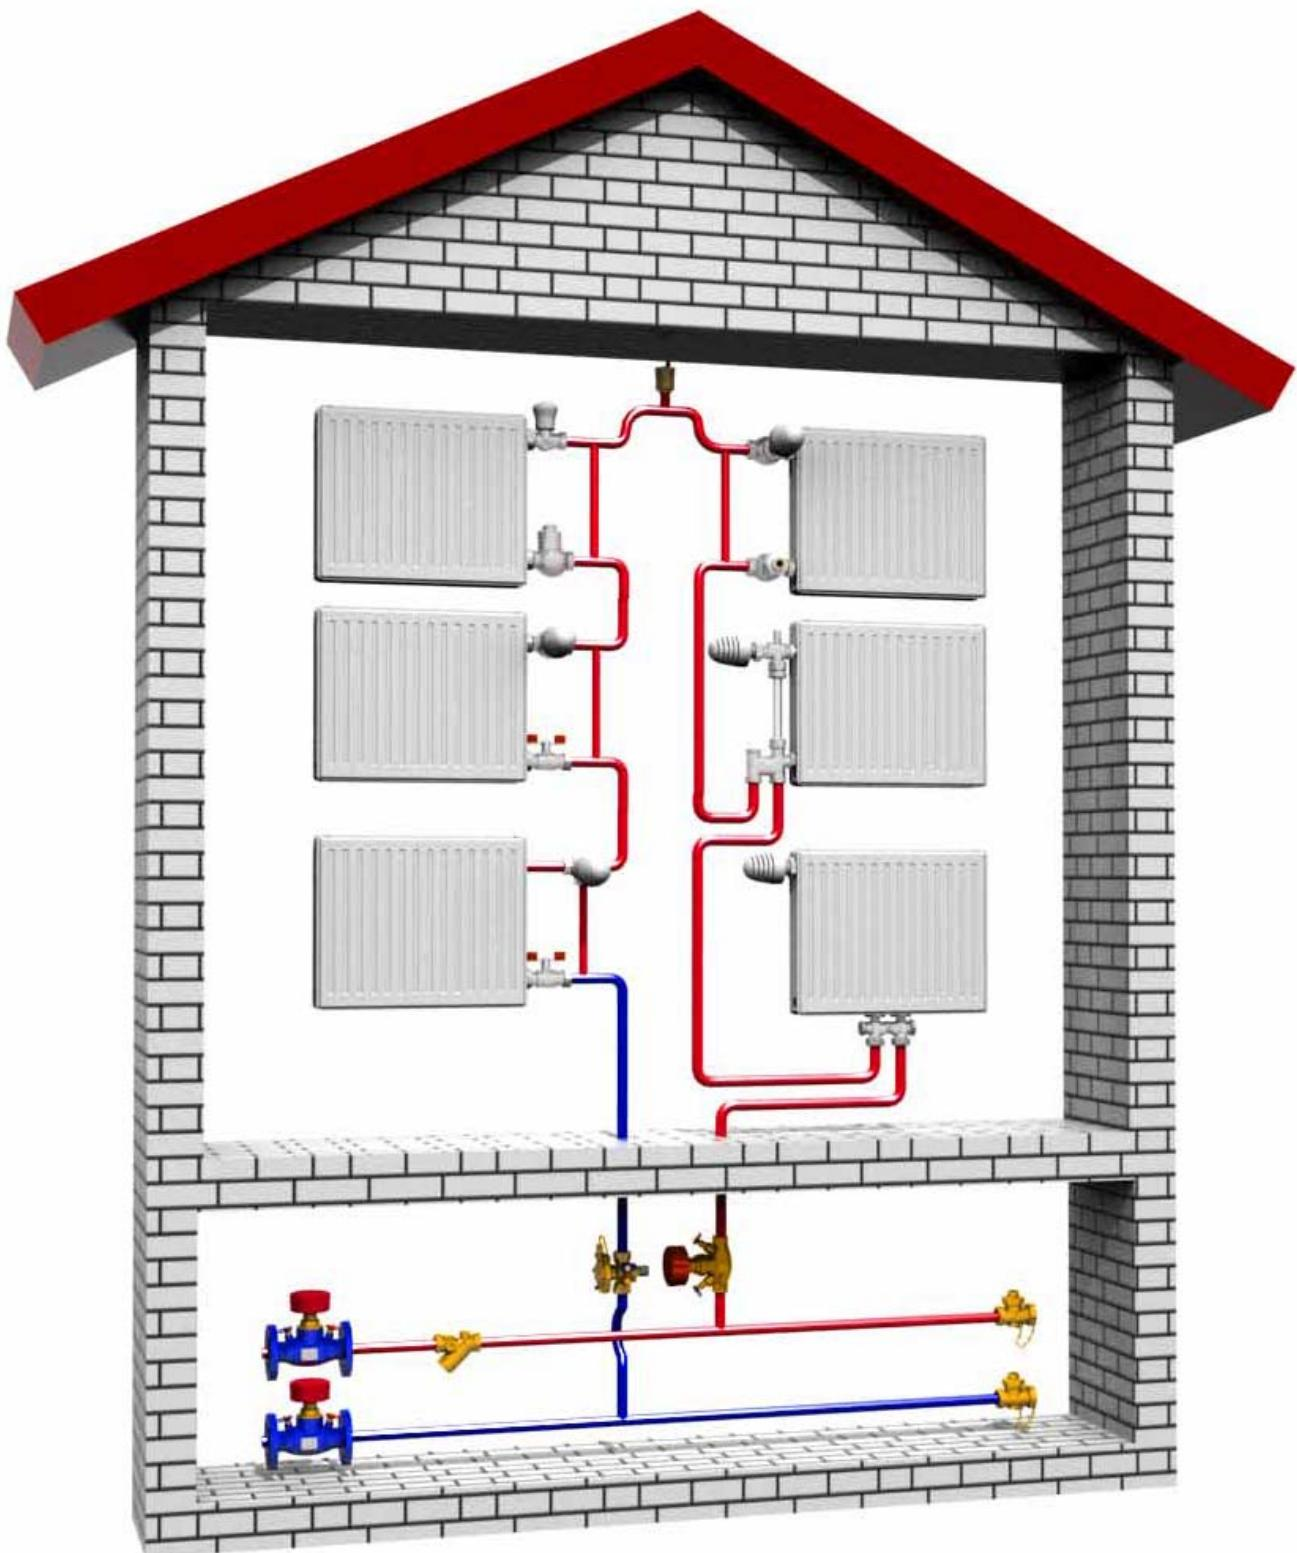

Рис. 11
28. Терmostатическая головка в условиях эксплуатации настраивается на требуемую температуру в отапливаемом помещении поворотом её корпуса в соответствии с градировочной круговой шкалой (рис. 11). Терmostатическая головка поворачивается до совмещения нужного цифрового индекса на шкале со стрелочным указателем на корпусе терmostатического клапана. Приведенные величины температур в оС являются относительными, поскольку фактическая температура в помещении зачастую отличается от температуры воздуха вокруг терmostатической головки и зависит от условий её размещения.